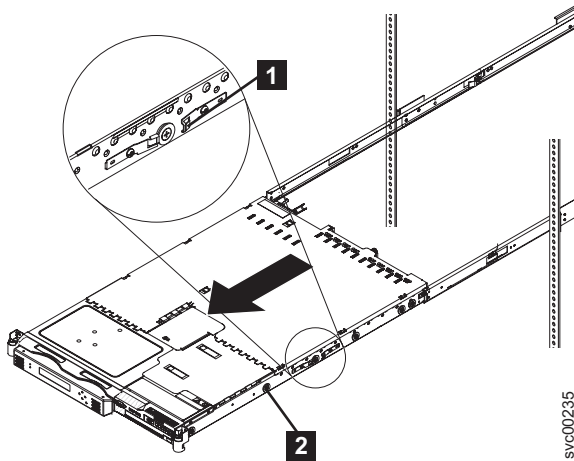

図 34. ラックからの SAN ボリューム・コントローラー 2145-8G4の取り外し
4. これ以上はスライド・レールで保持されない時点に達したら、作業者自身がノードの重量を支える体勢を整えてから、SAN ボリューム・コントローラー 2145-8G4 ノードの両側にある後部スライド解放ラッチ (62 ページの図 34 の **1**) を押します。